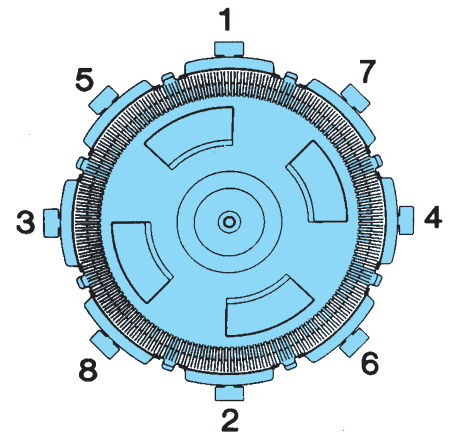

Abb. 1 S8D110
5. Alle Halterungen in der angegebenen Reihenfolge handfest anziehen (Abb. 1 und 2).